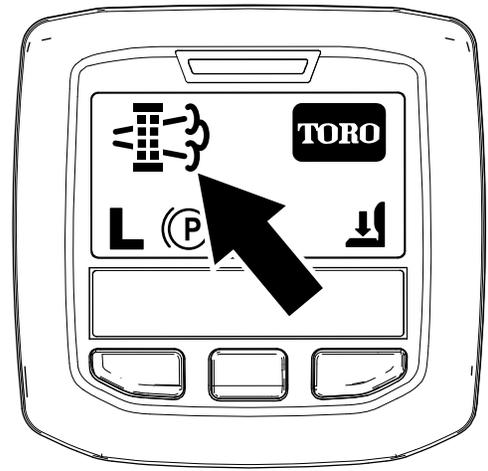

図 42
- 駐車再生やリカバリ再生が必要になると、インフォセンターに再生要求アイコン 図 42 が表示されます。